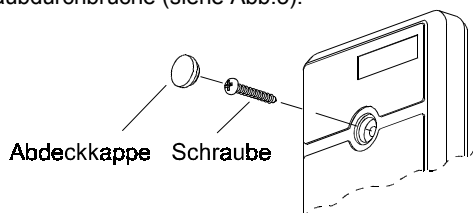

Abbildung 4: Gehäusefront
A. Entfernen Sie die Schraube an der Gehäusefront (siehe Abb.4). Die runde Abdeckkappe liegt dem WRP-600 in einer separaten Nylontüte bei.
Verschrauben Sie das Gehäuse wieder und sichern Sie die Schraube durch die mitgelieferte Plastikkappe (siehe Abb. 4).